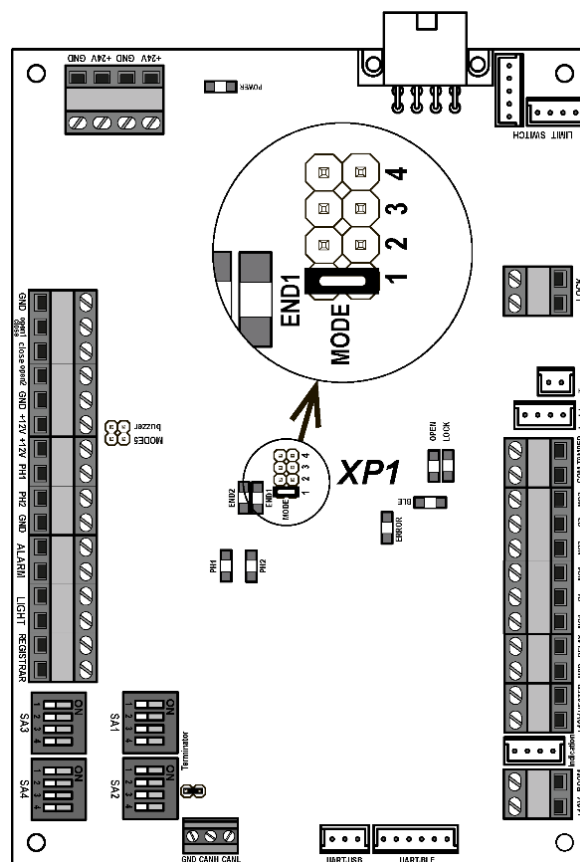

Рисунок 11. Расположение джампера «MODE1» при левостороннем положении стрелы
1. Снимите дверцу, предварительно повернув ключ замка, и открутите два винта М6, которые находятся снизу на верхней грани проема дверцы. Аккуратно, чтобы не повредить установленную внутри плату управления, снимите крышку, сдвинув ее за передний край на себя и затем подняв его вверх (см. рис. 11).
2. На приводе стрелы переведите рычаг (13) в нижнее положение. Для этого шлицевой отверткой вращайте винт (или ручку, в зависимости от модификации привода) разблокировки привода (21) против часовой стрелки до упора.
3. Если ранее были установлены балансирующие пружины (8), то их необходимо снять (см. разд. 8.5.4).
4. Демонтируйте рычажно-шатунную группу – детали (12) и (13), для чего открутите два болта (14) с внутренним шестигранником S10 и снимите стопорное кольцо (15). Детали плотно насажены на оси, при снятии покачивайте их из стороны в сторону, при необходимости используйте большие отвертки в качестве рычагов.
5. Снимите стопорное кольцо (16) и разъедините детали – шатун (12) и рычаг (13). Замените рычаг (13) на другой из комплекта поставки (рычаг с маркировкой 18B-B соответствует правосторонней установке стрелы, рычаг с маркировкой 18B-A – левосторонней). Установите шатун на новый рычаг и зафиксируйте обе детали стопорным кольцом (16).
6. Открутите четыре винта (18) с внутренним шестигранником S6 и переставьте упор (17) зеркально относительно вертикальной оси привода, на рисунке – место (19). Перед установкой упора на новое место проверните вал редуктора с упорной лапкой (20) при помощи винта (ручки) разблокировки привода (21). При необходимости зафиксируйте упор на новом месте винтами (18).
7. Установите на место рычажно-шатунную группу и закрепите ее болтами (14) на валу кронштейна стрелы и стопорным кольцом (15) на шарнире лапки (20).